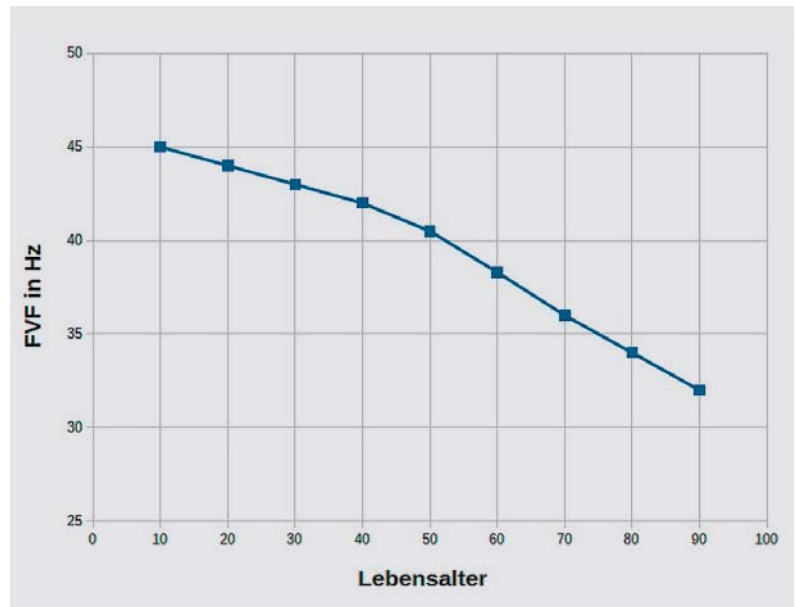

Bild 1: Abhängigkeit der FVF vom Lebensalter
- physiologischen Faktoren wie Alter (Bild 1) und Müdigkeit